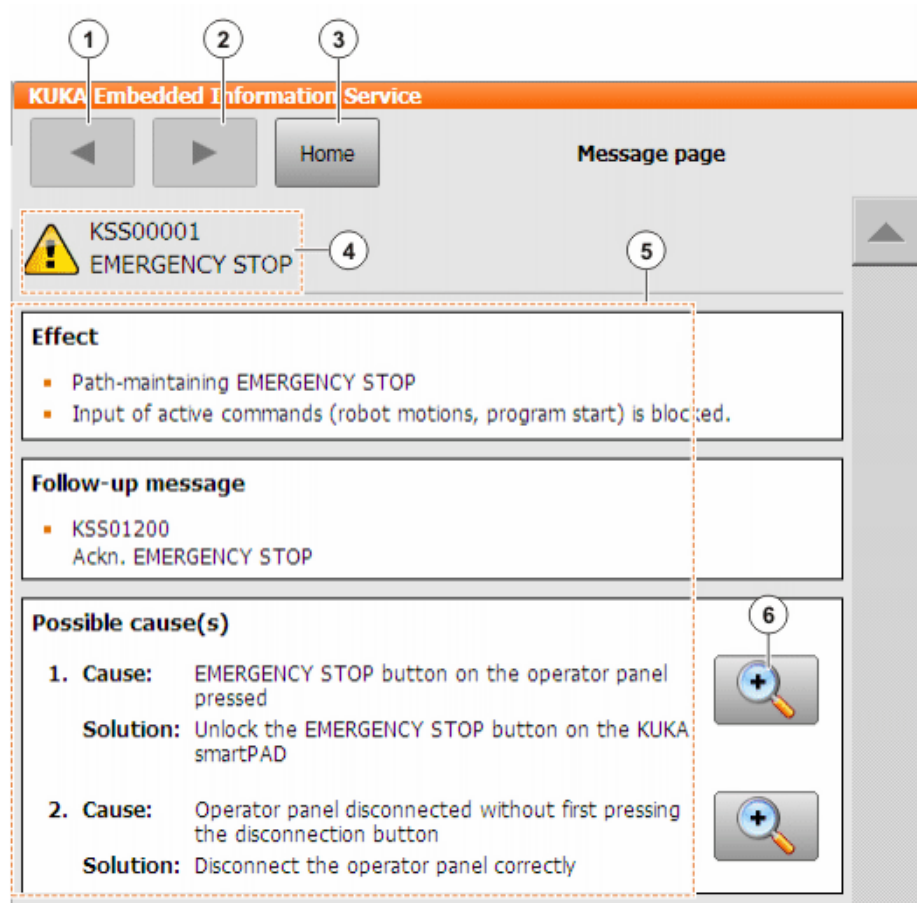

Fig. 4-12: Page de messages - exemple issu du logiciel KUKA System Software
- La fenêtre contient différentes informations concernant le message. (>>> *Fig. 4-12*)
La fenêtre contient différentes informations concernant le message. (>>> *Fig. 4-12*)